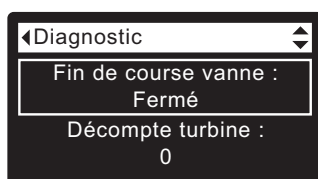

FIG. 96
2. Appuyez sur le bouton BAS (▼) pour faire défiler les options du menu et mettre en encadré l'écran **Fin de course vanne** (cf. Figure 96).